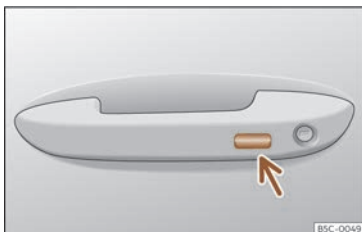

Fig. 90 Mănerul ușii: suprafața senzorului.
- **SAU:** utilizând sistemul Keyless Access (nu mai încuiere): Țineți apăsată câteva secunde suprafața senzorului de încuiere >>> **fig. 90** (săgeată) de pe mânerul portierei, pentru a închide geamurile și trapa. Dacă nu mai atingeți suprafața senzorului, funcția de încuiere este întreruptă.
Pentru a închide trapa, țineți apăsată suprafața senzorului de încuiere >>> fig. 90 (săgeată) de pe mânerul ușii. Dacă nu mai atingeți suprafața senzorului, funcția de încuiere este întreruptă.